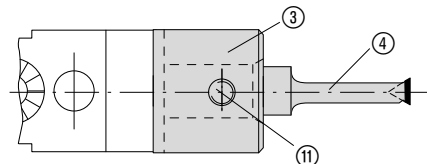

Bild 6
Klemmhalter ④ in Zwischenstück ③ einsetzen und mit Gewindestift ⑪ festklemmen, Anziehdrehmoment **2,5 Nm** (Bild 6).